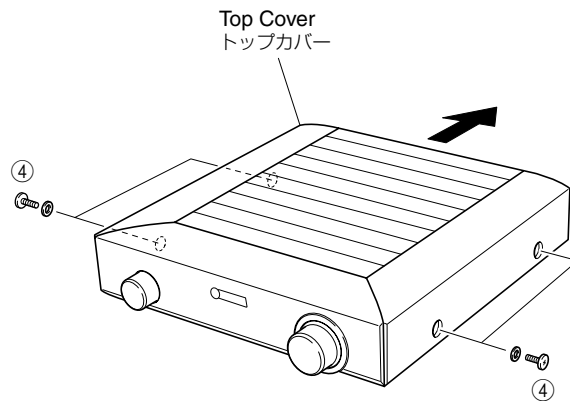

Fig. 2
- Set the main unit with its top facing up and remove 4 screws (④). (Fig. 2)
- Remove the Top Cover by sliding it rearward. (Fig. 2)
- 本機を上向きにして、④のネジ4本を外します。(Fig. 2)
- トップカバーを後方へスライドさせて取り外します。(Fig. 2)